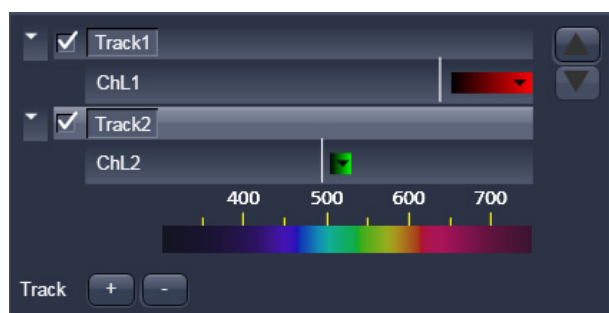

Fig. 22 Visualización de las bandas de detección y de las líneas láser
- En la ventana **Imaging Setup** se muestran las líneas láser (líneas verticales) y los canales (barras horizontales de color) activados para la excitación (Fig. 22).